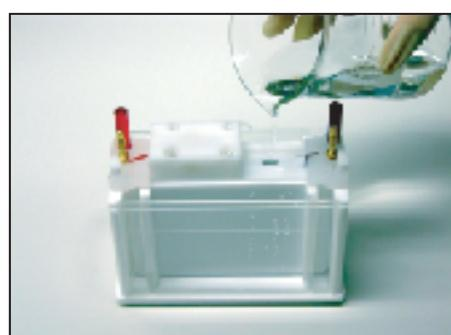

図13
13. プロッティングバッファーを**MINICA-MP** プロッティングモジュール上部の開口部分より注ぎ溢れさせます。プロッティングバッファーはセルベースのMAXラインより15mm上部まで溢れさせます。 (図13)